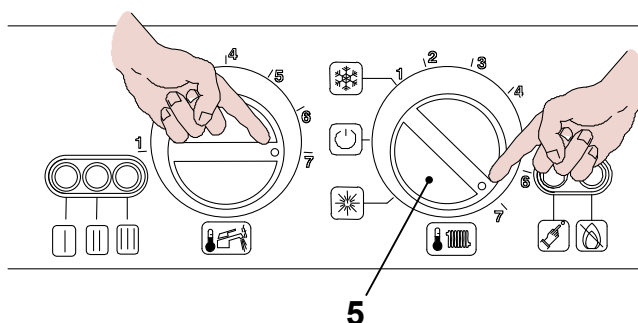

рис. 7.6
- Поверните переключатель 5 как на рис. 7.6